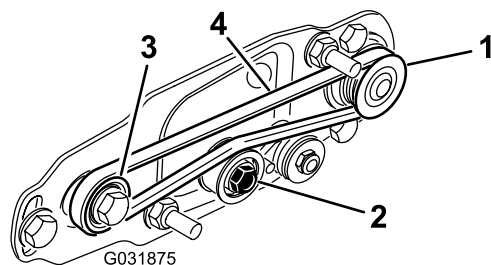

Figura 24
- A. Coloque la correa alrededor de la polea **motriz** y luego por encima de la polea **tensora** (Figura 24).
- B. Empiece a colocar la correa en la polea **arrastrada** (Figura 24).